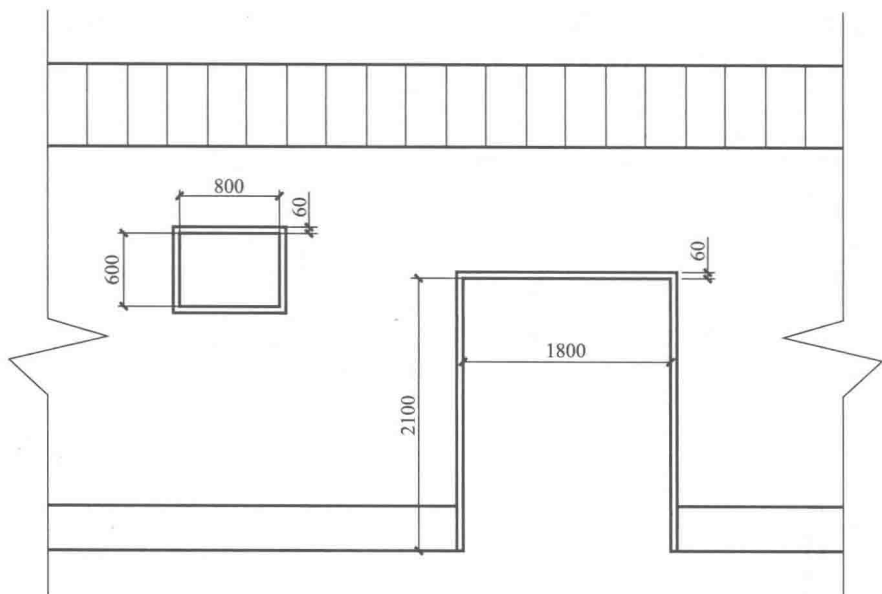

图 1-6 仿古围墙地穴与门洞
**【例 1-6】** 图 1-6 为仿古围墙的地穴与月洞示意图, 根据图中给出的尺寸计算该地穴与月洞的砌套工程量。
**【解】** (1) 2013 清单项目参考表 (表 1-11)